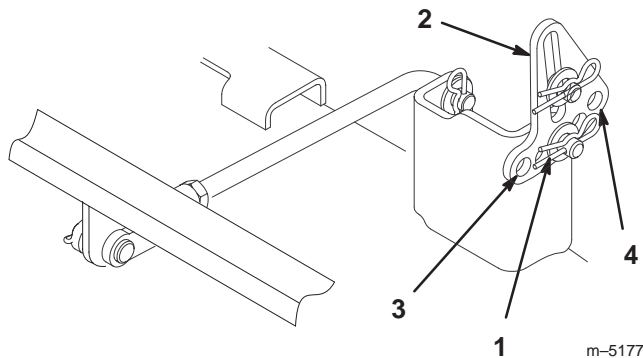

Bild 40
- Entfernen Sie den Splint und die Scheibe von der Nivellierhalterung (Bild 40). Bringen Sie zum Nivellieren der(s) Schnittmesser(s) die Nivellierhalterung(en) in einem anderen Loch an und setzen Sie die Scheibe und den Splint wieder ein. (Bild 40). Durch ein vorderes Loch wird die Schnittmesserhöhe gesenkt und durch ein hinteres Loch angehoben. Stellen Sie beide Seiten bei Bedarf ein.